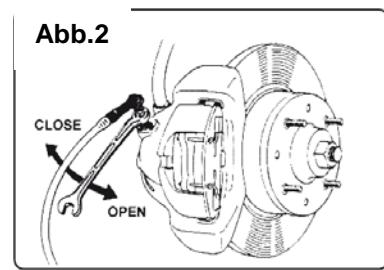

Abb.3
10. Den Auslöser (4) zur Bremsenentlüftung betätigen. Der so entstandene Unterdruck zieht die Bremsflüssigkeit aus der Bremsanlage des Fahrzeugs. Die Anlage weiter entlüften, bis im geleerten Rohr keine Luftblasen mehr zu sehen sind (Abb. 3).